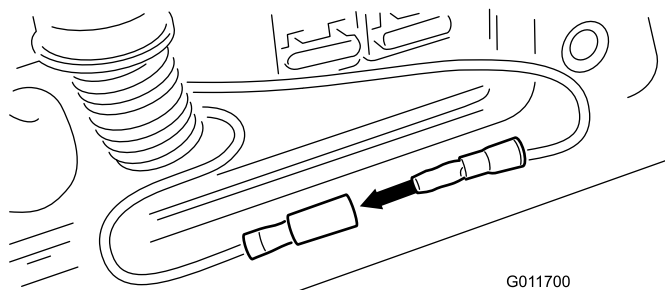

Figure 56
4. Coupez le contact, retirez le capuchon des câbles et connectez les câbles ensemble (Figure 56).